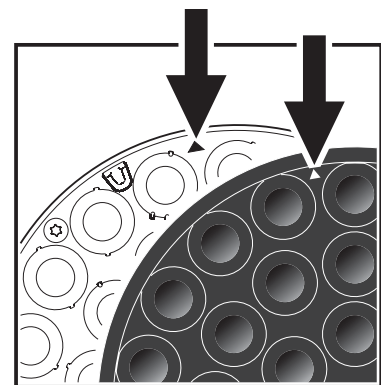

**Bild 5: Diffusormarkierungen**
3. Legen Sie den Diffusor auf die LEDs. Beachten Sie dabei die Markierungen (siehe Bild 5).